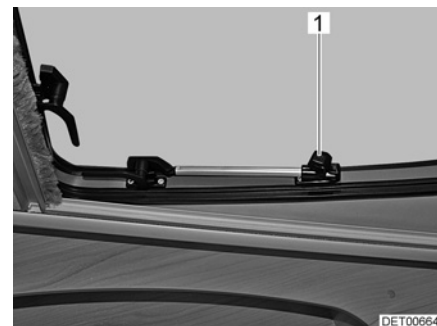

Fig. 30 Toit ouvrant avec bras pivotants, ouvert
- Ouvrir le toit ouvrant jusqu'à la position voulue et le bloquer avec la molette (Fig. 30,1).
- Tourner la molette (Fig. 30,1) jusqu'à ce que le dispositif de blocage soit libéré.